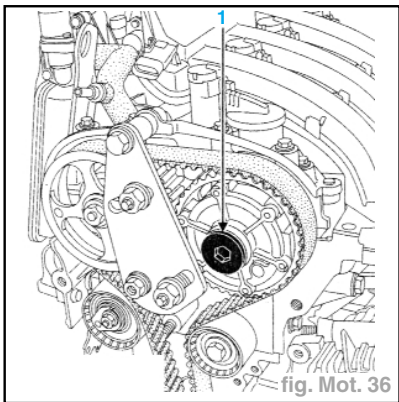

fig. Mot. 36
- Reposer l'obturateur (1) (équipé de son joint neuf) du déphaseur en le serrant au couple de **2,5 daN.m** (fig. Mot. 36).